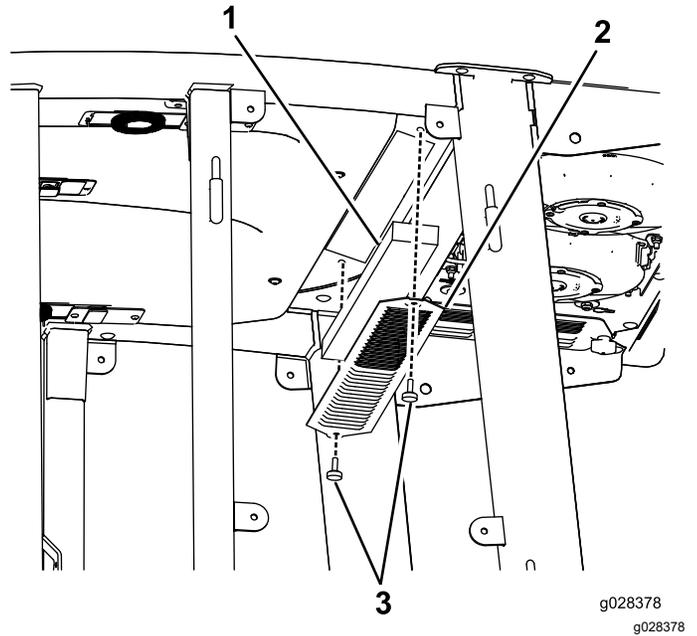
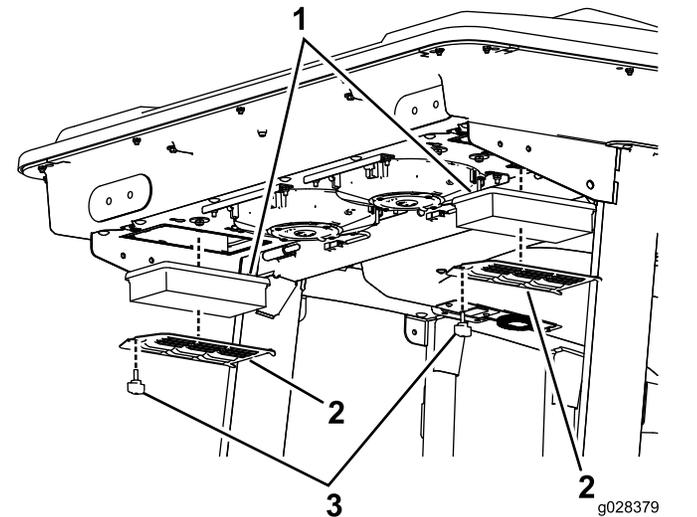

Figura 134
Figura 135
1. Retire los tornillos y las rejillas del filtro que está en el interior de la cabina y del filtro que está detrás de la cabina (Figura 134 y Figura 135).